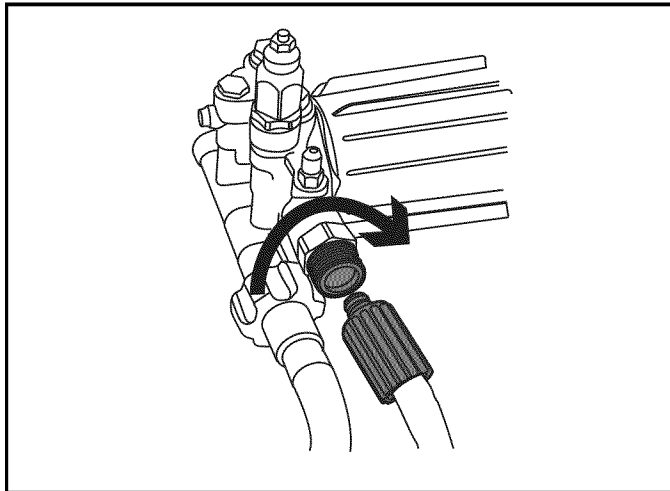

Figura 4-15. Conexión de la manguera de alta presión a la bomba
- Conecte la manguera de alta presión a la bomba (desenrosque la manguera antes de conectarla a la bomba o pistola de pulverización) (Figura 4-15). Apriete con la mano.